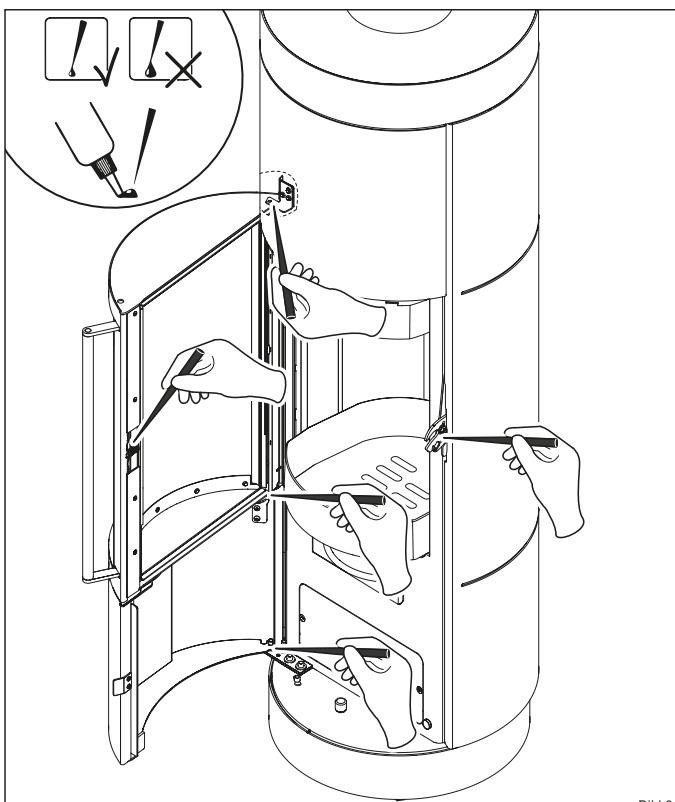

Bild 31
- Schmieren Sie die Punkte (Bild 31) mit dem Spezialfett aus der Startbox.